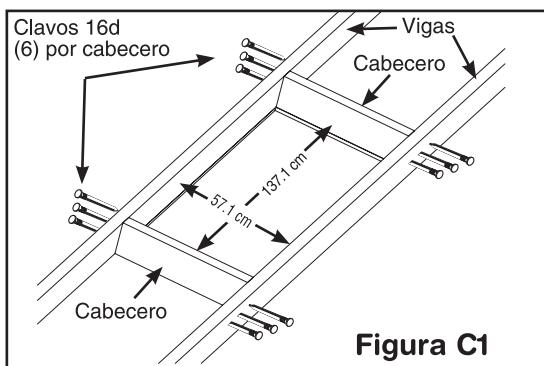
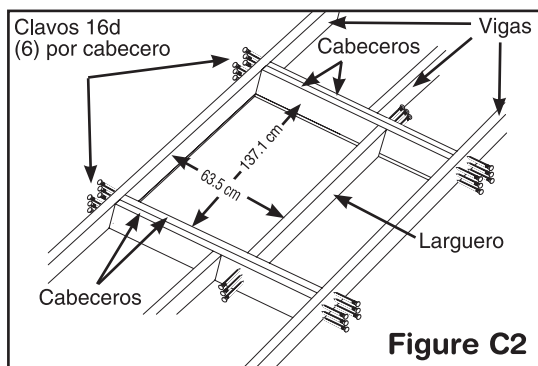

Figura C1
Figure C2
- Inspeccione la abertura para escalera de ático existente, para asegurarse de que cumpla con los requisitos mínimos de construcción y sus medidas sean 57.1 cm (22-1/2") x 137.1 cm (54") (99220-001 Figura C1) o 63.5 cm (25") x 137.1 cm (54") (99250-001 Figura C2).